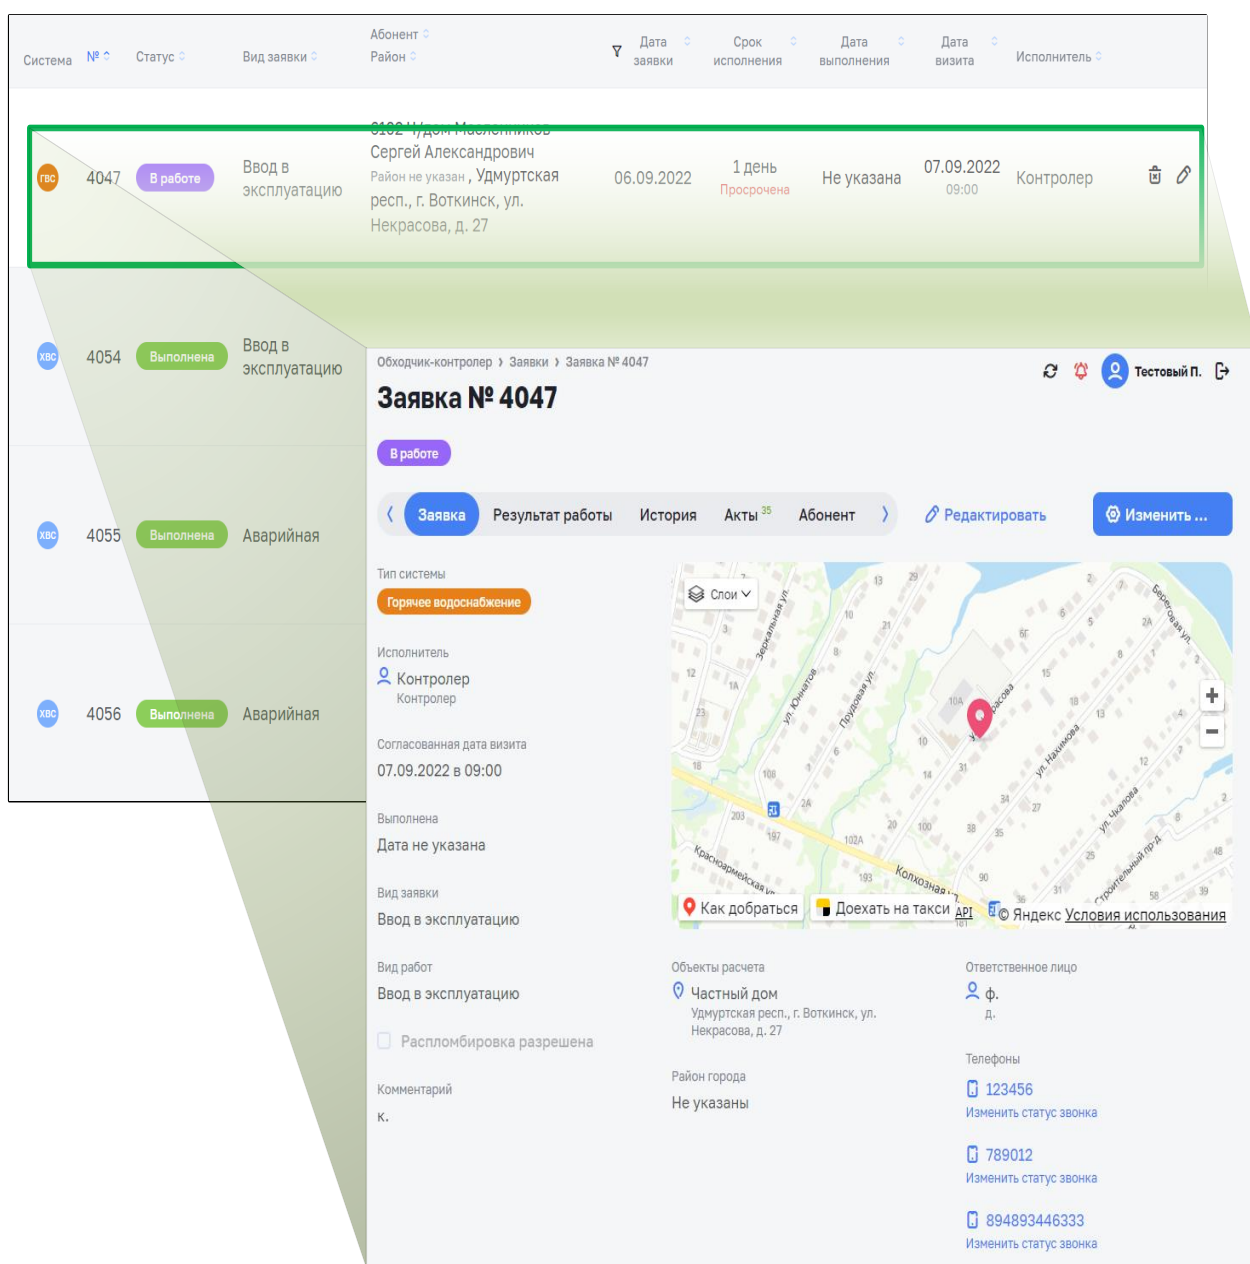

Рисунок 8 – Переход к заявке из таблицы списка заявок
- при клике по строке левой кнопкой мыши осуществляется переход к соответствующему документу (см. Рисунок 8);